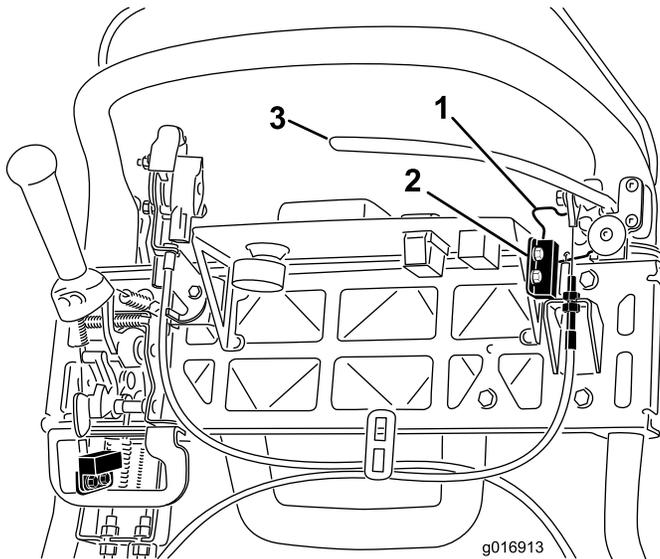

Figura 40
4. Allentate i dispositivi di fissaggio del microinterruttore (Figura 40).
5. Inserite uno spessore di 1,6 mm fra il fermo del freno di stazionamento ed il microinterruttore (Figura 40).